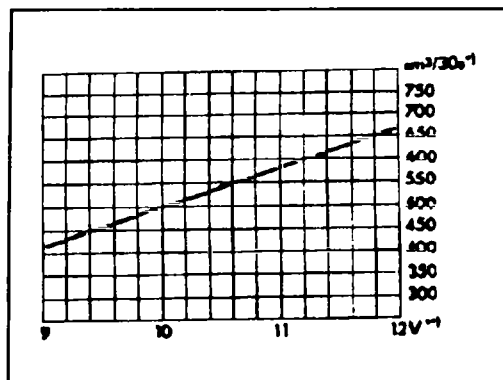

Рис. 4.25 Диаграмма производительности топливного насоса
- ◆ По величине напряжения питания топливного насоса и диаграмме (см. рис. 4.25) определите минимально допустимое количество поданного топлива.